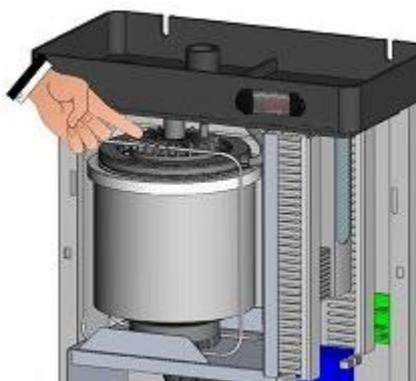

Fig 1
2. Remplacer la bride de sortie de la vapeur de l'humidificateur de diamètre 25 par la bride de diamètre 40, fournie (**Fig.1**) (pour les humidificateurs ES24, ES48 et ES100 cela n'est pas nécessaire).